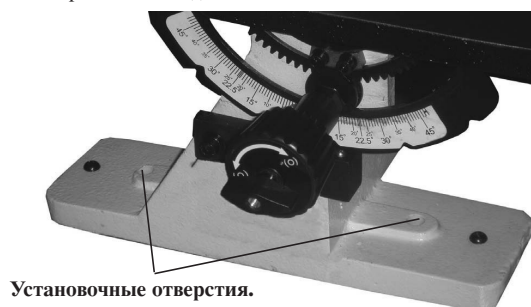

Рис. 01
4. Установите шлифовальную машину над отверстиями и закрепите, пользуясь четырьмя болтами по 5/16 дюйма (или большими) и шестиугольными гайками. (См. Рис. 01).